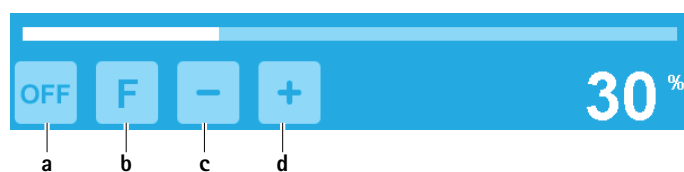

Fig. 7 Aktivera sköljpump-/“Flush”-funktion
- Aktivera sköljpump: Aktivera knappen för tillkoppling av sköljpumpen **a**, se Fig. 7.
- Inaktivera sköljpumpen: Aktivera knappen för frångkoppling av sköljpumpen **a**, se Fig. 7.